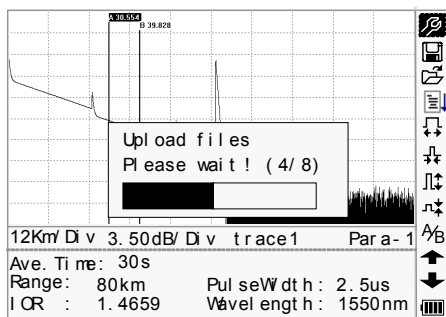

Figura 43.- Carga de las trazas guardadas
- Encender el **PROLITE-50/51/52**, y cargar los datos mediante el software. El proceso completo se muestra en la figura 43.